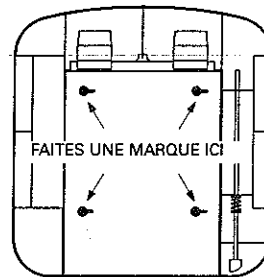

Figure 3
2. Après avoir ouvert la porte de la boîte distributrice, faites une marque sur la paroi vis-à-vis les quatre (4) fentes de montage tel qu'illustré à la Figure 3.
3. Percez quatre (4) trous mesurant 5/16 po de diamètre aux endroits marqués. Les trous devraient mesurer 1-1/2 fois la longueur de l'ancrage **ALLIGATOR**® en profondeur.
6. Posez la boîte distributrice sur les quatre (4) vis et assurez-vous qu'elle s'ajuste parfaitement. Apportez des correctifs, si nécessaire.